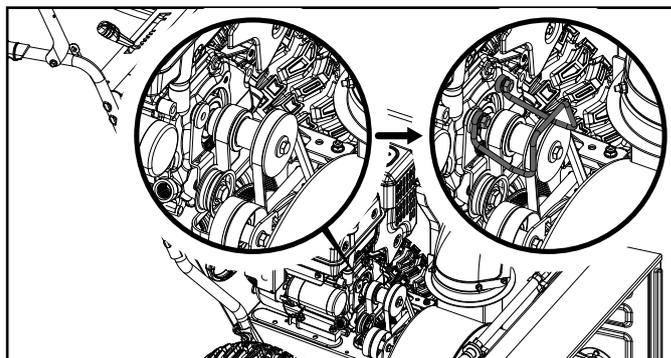

Figure 35
10. Remettez le protège-courroie en place et installez le (20 mm / 30 mm) des boulons retirés précédemment. Une fois que réinstallé, assurez-vous qu'il y a une distance égale des deux côtés entre la poulie et la gard. (figure 35)